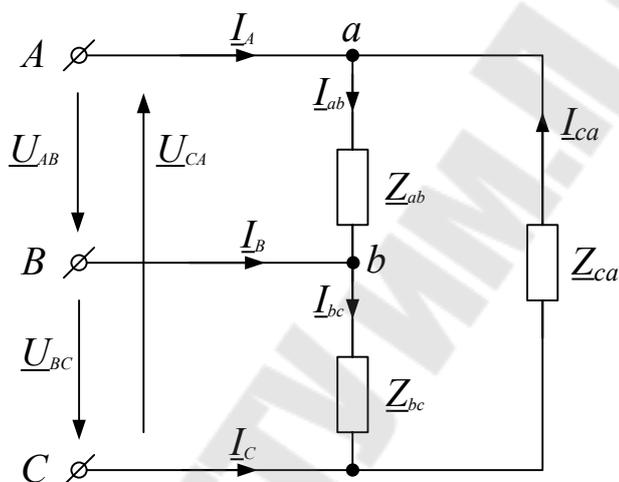

Рис. 7.1.
1. Рассчитать фазные и линейные токи в цепи, показанной на рис. 7.1, и занести результаты расчёта в табл. 7.2. Номер варианта задания определяется номером рабочего места. Содержание задания приведено в таблице 7.1.